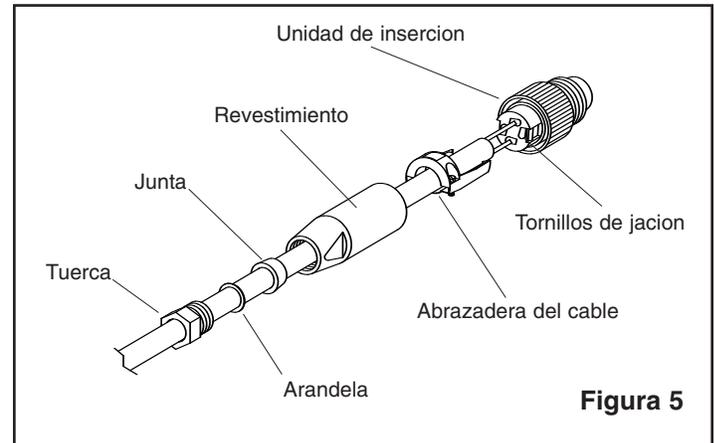

Figura 5
4.7.2 Conector de perfil bajo: Ref. Figura 5